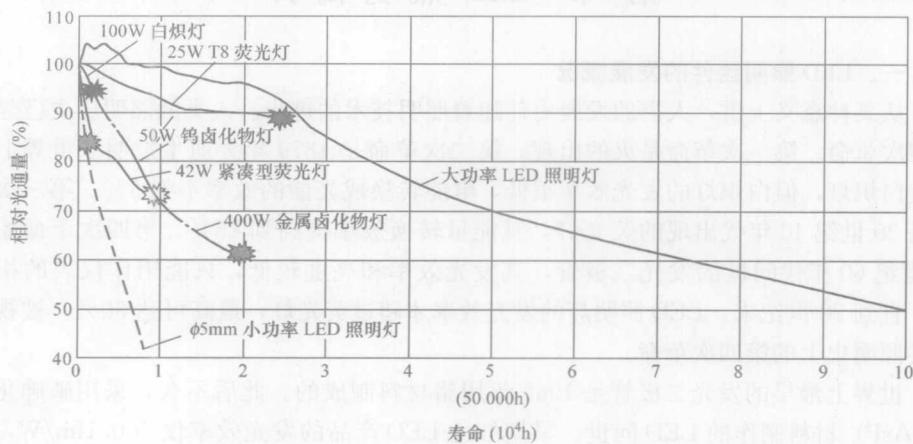

图 1-1-1 7 种照明灯的寿命曲线比较
(1) 使用寿命长。国际上将 L70 (即光通量从最初的 100% 衰减到 70%) 规定为 LED 照明灯的寿命期。7 种照明灯的寿命曲线比较如图 1-1-1 所示。由图可见，大功率 LED 照明灯的正常寿命约为 50 000h，尽管受 LED 早期失效、装配工艺缺陷、散